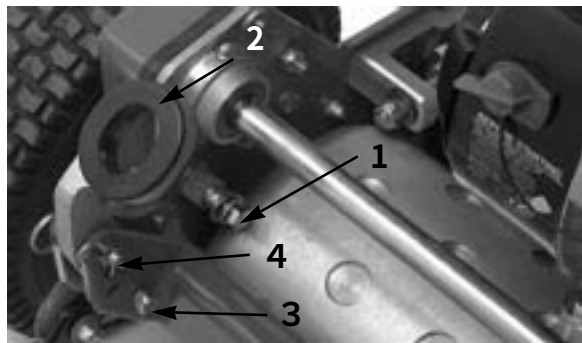

図 1
1. 機体両側の取り付けピンから、キャップスクリュ、ワッシャ、ロックワッシャを取る (図1)。
2. 機体両側から、ハンドル・アーム下部を固定しているキャップスクリュとロックナットを取る (図1)。
3. ハンドル・アームをフレーム後部に固定しているコッターピンとリングピンを取る (図1)。
4. ハンドルの各端をハンドル・アームの穴に差し込み、取り付けピンの穴をそろえる (図1)。
1. 機体両側のリングピンからコッターピン取る (図1)。
2. ハンドルを支えながら、リングピンを外し (機体両側とも)、ハンドルの高さを決める (図1)。